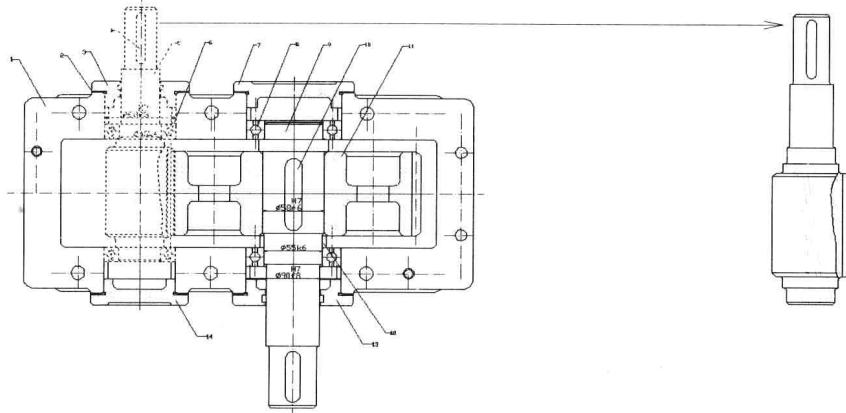

图 4-4-2
(3) 选择菜单命令“编辑／粘贴”，在适当位置单击，剪切或复制的对象即可被粘贴到单击的位置，如图 4-4-2 所示。